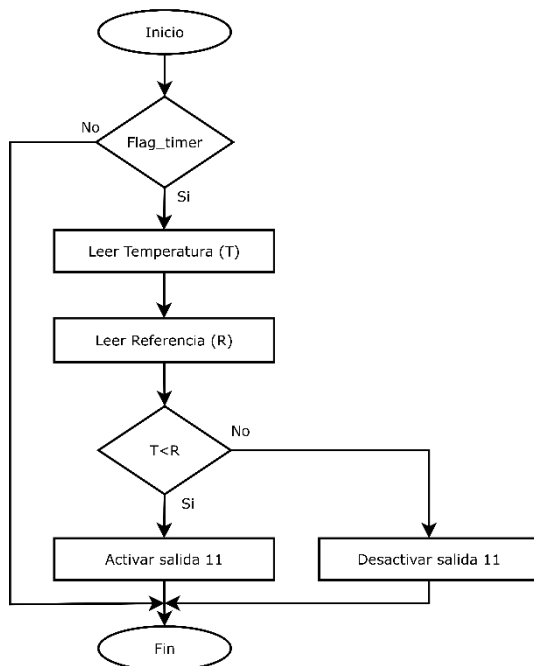

Figura 6.11.- Control todo-nada
12. **Descomentar** en el **programa** que se encuentra en el **anexo 6.1** la parte del **control todo-nada**. Para entender su funcionamiento se muestra el **diagrama de flujo** en la figura 6.11.